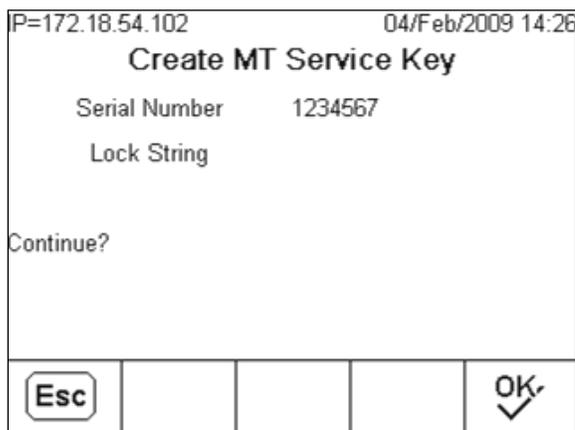

Figura 3-190: Schermata Crea chiave assistenza MT
2. Premere il soffkey SBLOCCO  per accedere alla schermata di generazione della chiave per l'assistenza MT (Figura 3-190).